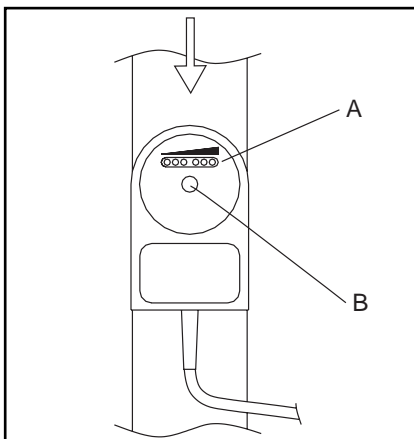

Fig. 13
4. Die Nylonschraube "B" (Abb. 13) abschrauben.
5. Überprüfen Sie, ob das Durchflussventil richtig herum sitzt (vgl. Abb. 13).